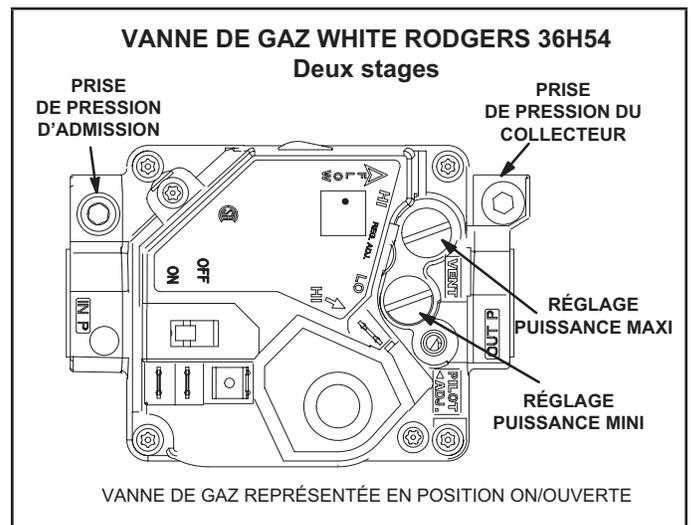

FIGURE 18
Fonctionnement de la vanne de gaz White Rodgers 36H54 (FIGURE 18)
- 5 - Mettez l'interrupteur de la vanne de gaz sur OFF/ARRÊT. Reportez-vous à la FIGURE 18. Ne forcez pas.
- 6 - Attendez cinq (5) minutes pour vous assurer que tout le gaz a eu le temps de se dissiper. En cas d'odeur de gaz, ARRÊTEZ! Appelez immédiatement le fournisseur du gaz depuis chez un voisin et conformez-vous à ses instructions. S'il n'y a pas d'odeur de gaz, passez au point suivant.
- 7 - Mettez l'interrupteur de la vanne de gaz sur ON/OUVERT. Reportez-vous à la FIGURE 18. Ne forcez pas.